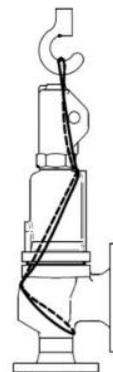

Рисунок 4
**ВНИМАНИЕ.** Для подъема, транспортировки предохранительных клапанов при погрузке / разгрузке и монтаже на установке, следует применять стропы (трос) безопасности на корпусе и колпаке клапана (Рисунок. 4).